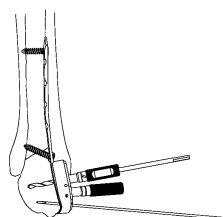

図 14-1
- 1) 遠位ロックングスクリューホールに 3.0 ロックングスクリュー (T) (中空) を挿入します。
- スクリューホールに 2.5 ドリルスリーブ (T) を取り付け、2.5 ドリルにてドリリングします。 (図 14-1)